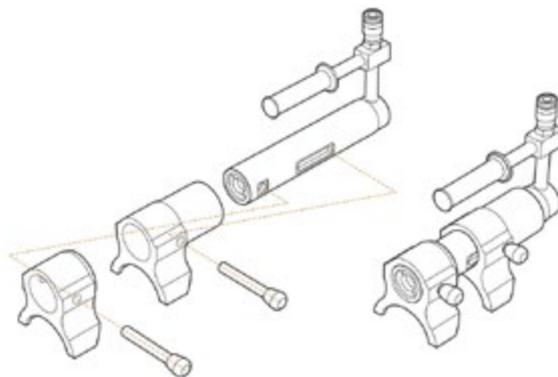

Рис. 5.8.6
4. Подготовить гидравлический инструмент к работе: установить на гидроцилиндре опорную и подвижную губки, закрепить их фиксаторами (рис. 5.8.6).